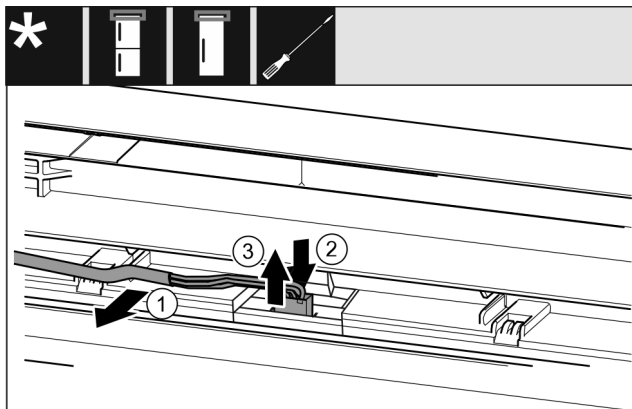

Fig. 11 Combinazioni frigorifero/congelatore / congelatori / refrigeratori
- Allentare con cautela il cavo Fig. 11 (1) dalla guida nella porta.
- Spingere all'indietro la linguetta Fig. 11 (2) dietro la presa.
- Estrarre delicatamente la presa Fig. 11 (3) verso l'alto.